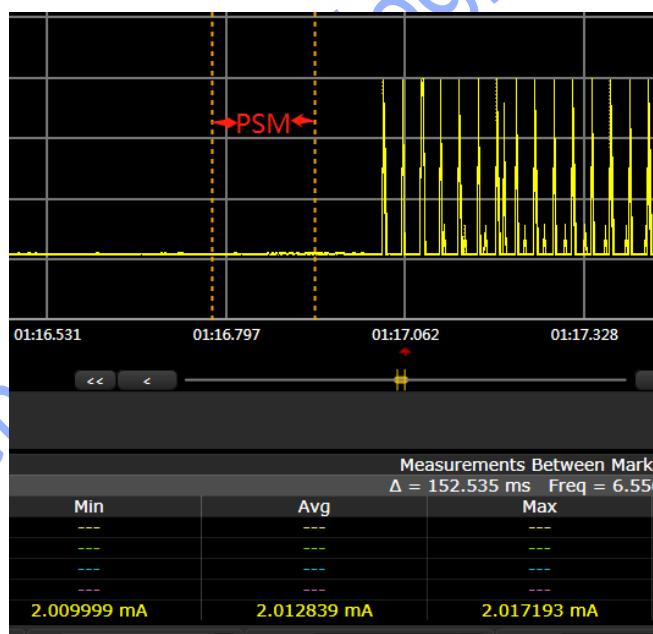

图 4-6 PSM 功耗图
**NOTE:** 第三路串口不是低功耗串口，使用会引起 PSM 功耗高 2.0mA 左右如图 4-6。使用 `lierdaUARTClose` 函数关闭第三路串口功耗依旧高 2.0mA。